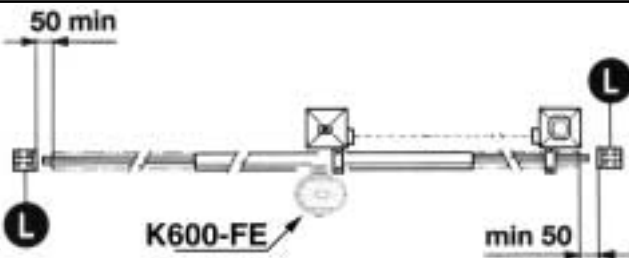
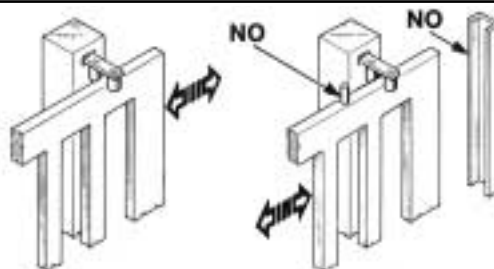

Fig. 2
Fig. 3
È necessario che la guida abbia alle sue estremità due fermi meccanici (L) (Fig. 2). Inoltre, le colonne devono avere superiormente delle guide antideragliamento (Fig. 3). Il cancello deve essere protetto da involontari sganciamenti e deve muoversi senza attriti. **N.B.:** Eliminare fermi meccanici del tipo indicato descritto in figura 3. Non devono essere presenti, al di sopra del cancello, fermi meccanici perché non sufficientemente sicuri.
The guide needs to have two mechanical stops (L) of the type indicated at its ends (Fig. 2).
In addition, the columns must have anti-derailment guides at the top (Fig. 3).
The gate must be protected against unintentional derailment and must move without frictions. **N.B.** Eliminate the mechanical stops of the type indicated in Fig. 3.
Il est nécessaire que le guidage ait à ses extrémités deux arrêts mécaniques (L) du type indiqué (Fig. 2). En plus, les colonnes doivent avoir dans la partie supérieure des guidages antidéraillement.
Eliminer les arrêts mécaniques du type décrit (Fig. 3).
Die Führungsschiene muß an beiden Enden mechanische Sperrunger (L) haben, wie in der Abbildung dargestellt ist (Fig. 2). Darüberhinaus Mußen die Säulen über Entgleisungsschutzvorrichtungen verfügen (Fig. 3).